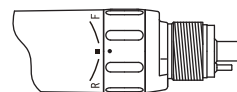

図 5
- 3) 回転を一時的に止めるときは、正逆切替リングをFとRの中間にします。（図5）